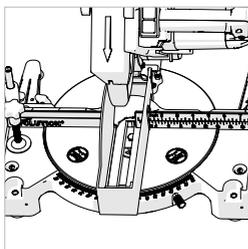

Fig. 16
- Posicione o dispositivo de proteção de lâmina inferior auxiliar na mesa rotativa sobre a placa de corte e atravessando a guia. **(Fig. 16)**